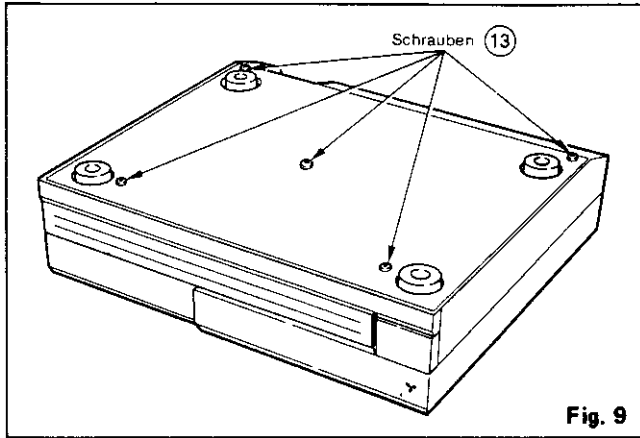

Fig. 9
1) Lösen Sie die fünf Befestigungsschrauben 13 (siehe Abb.9) und nehmen Sie die Bodenplatte ab.